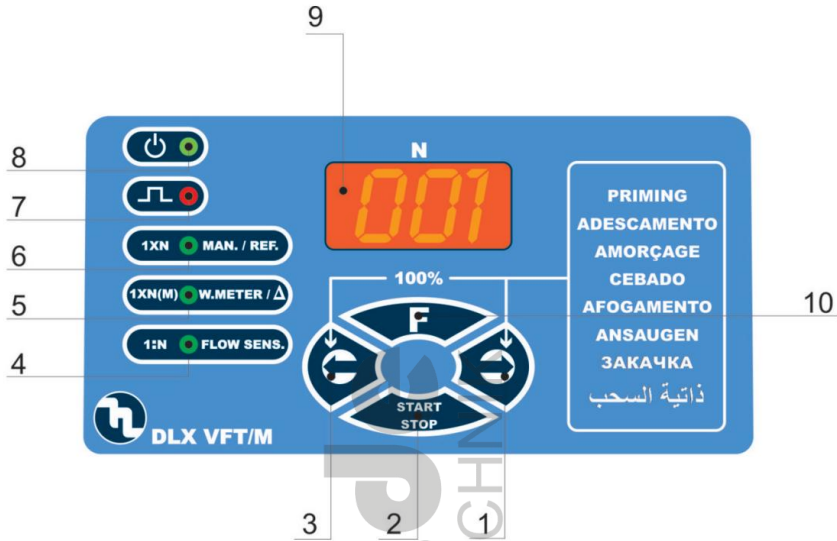

Abb. 13
6.1 - PUMPENSTEUERUNG (Abb. 13)